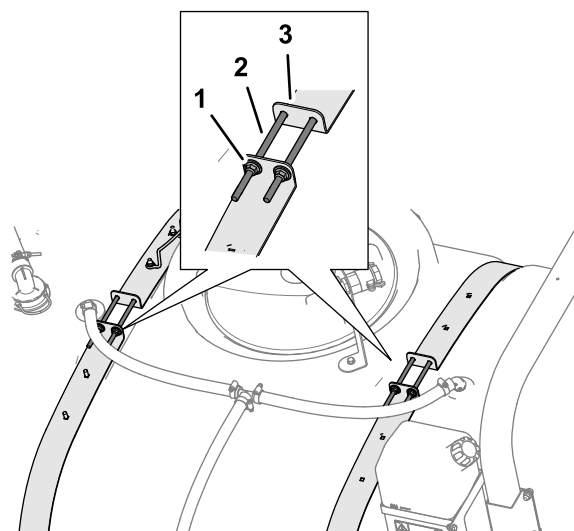

Figura 7
1. Slăbiți cele 4 contrapiulie cu guler și cele 4 uruburi care fixează jumătățile chingilor rezervorului (Figura 7).
3. Strângei cele 4 contrapiulie cu flană i cele 4 uruburi din partea superioară a chingilor până când chingile sunt la nivel cu suprafaa rezervorului (Figura 7).